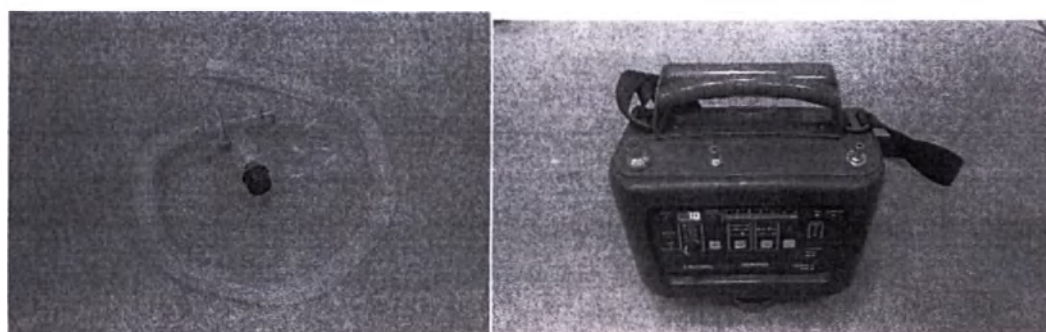

Рис.3
4.6. К выходному штуцеру присоединяется дыхательный шланг с нереверсивным клапаном и лицевой маской (рис.3). Нереверсивный клапан предназначен для подачи кислорода к пациенту в период вдоха и обеспечения выхода кислорода в атмосферу в период выдоха.